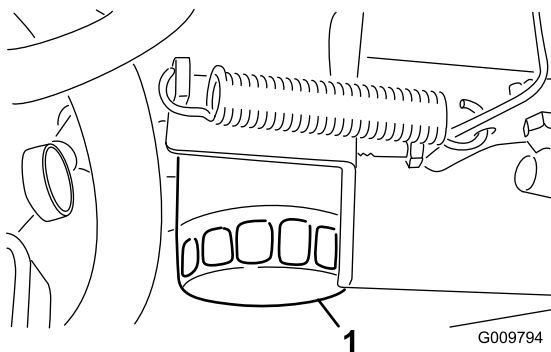

Figura 48
3. Retire el filtro de aceite (Figura 48).